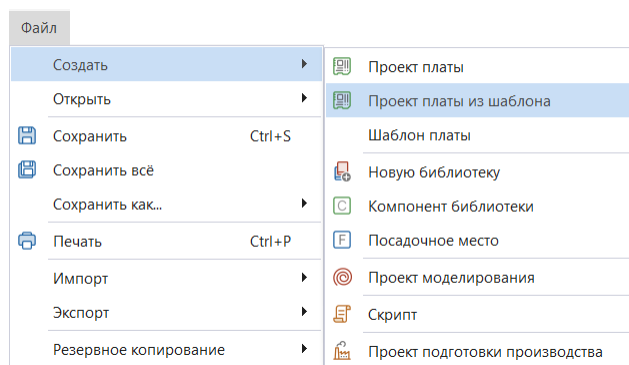

Рис. 20 Вызов создания проекта платы из шаблона
3. Выберите «Проект платы из шаблона», Рис. 20.